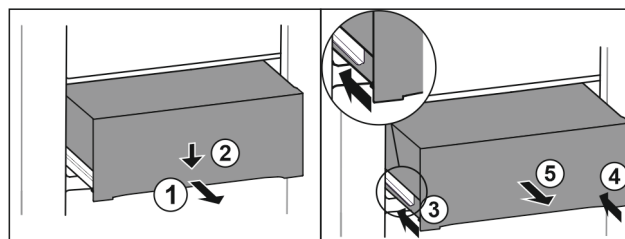

Fig. 81
- ▶ Zásuvku napůl vytáhněte. Fig. 81 (1)
- ▶ Stlačte zásuvku na přední straně dolů. Fig. 81 (2)
- ▶ Zasuňte levou kolejničku přibližně do 2 cm. Fig. 81 (3)
- ▶ Zasuňte pravou kolejničku přibližně do 2 cm. Fig. 81 (4)
- ▶ Vyjměte zásuvku dopředu. Fig. 81 (5)